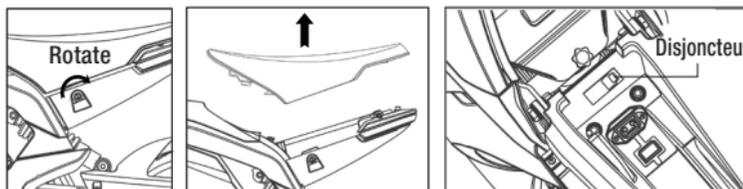

Figure 2
- ① Déverrouiller le siège - enlever le siège – actionner l'interrupteur Disjoncteur. (Figure 2)